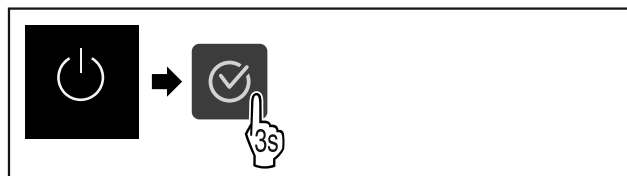

Fig. 64
▶ Végezze el a gyakorlati lépéseket (lásd Fig. 64) .